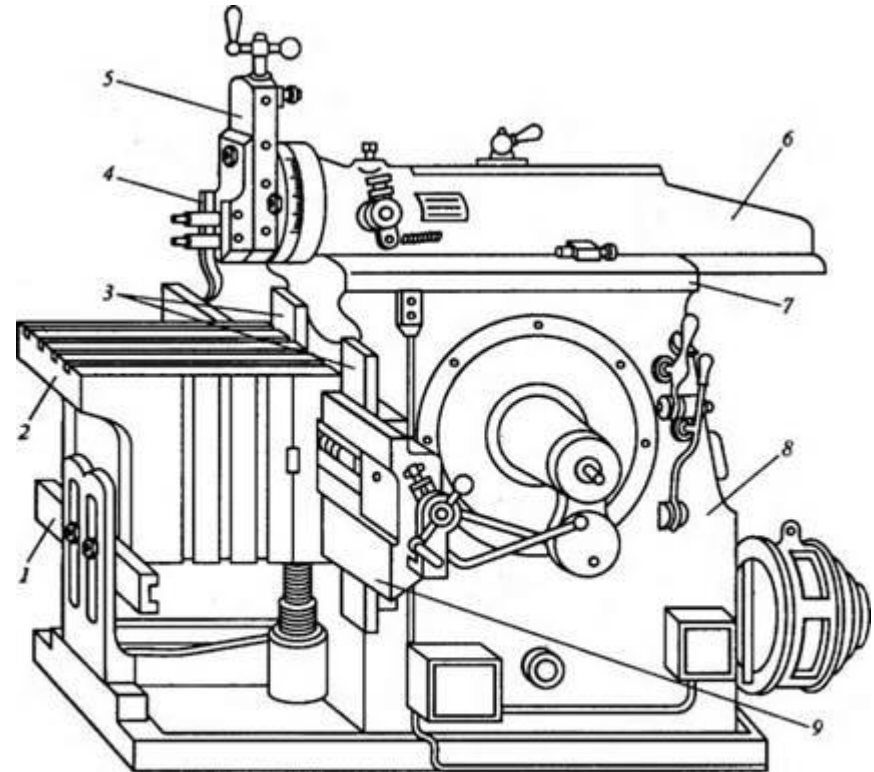

Рис. 6.38. Поперечно-строгальный станок мод. 736:
- **Основным узлом поперечно-строгального станка** мод. 736 с кривошипно-кулисным механизмом (рис. 6.38) является станина 8, по верхним горизонтальным направляющим 7 которой перемещается ползун 6 с установленным на нем суппортом 5. По вертикальным направляющим 3 станины перемещается поперечина 9, снабженная горизонтальными направляющими, на которых установлен стол 2, имеющий в результате этого возможность перемещаться вправо и влево относительно ползуна. Для увеличения жесткости стол поддерживается стойкой. На горизонтальной и вертикальной поверхностях стола выполнены Т-образные пазы, которые служат для установки и крепления заготовок и технологической оснастки.